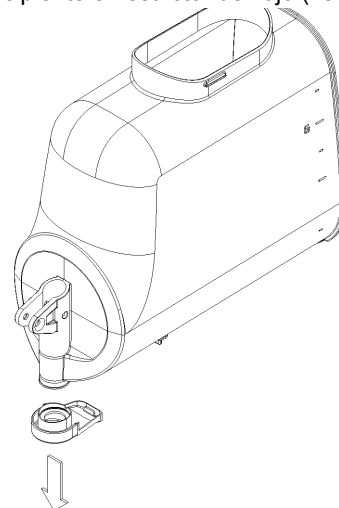

figura 15
7 Sacar del recipiente el restrictor de flujo (ver figura 15).
- 5 Sacar del recipiente el restrictor de flujo (ver figura 15).